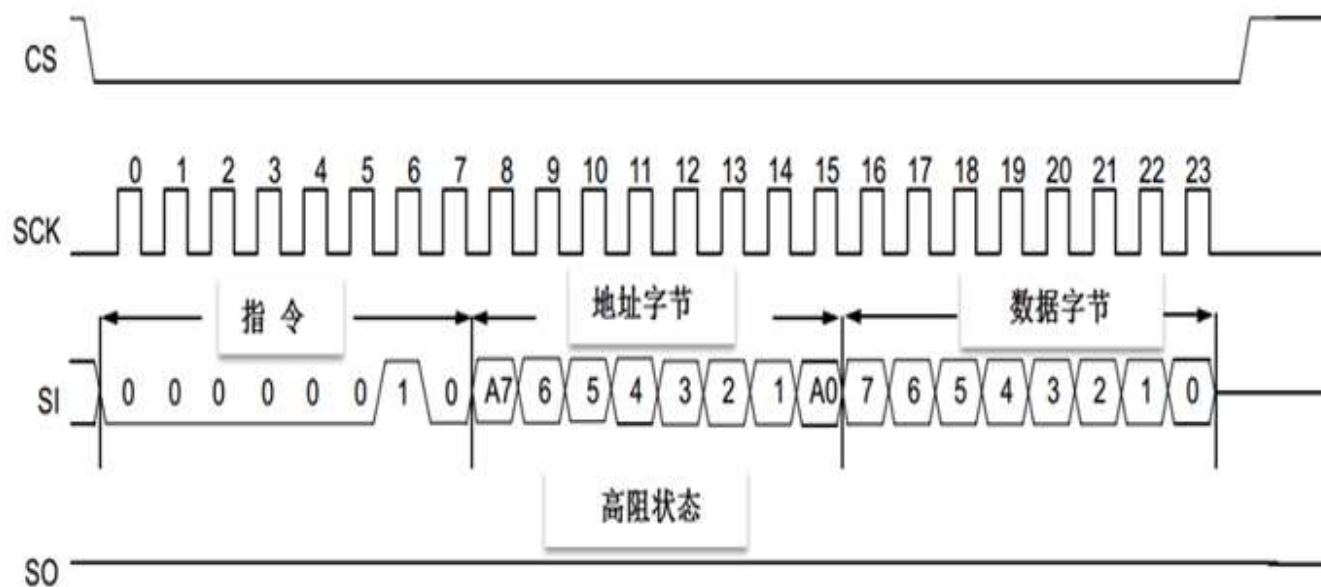

图13.5 SPI写时序图
(5) 指定地址字节写的实现：图13.5是MCP2515芯片手册给出的写时序图。